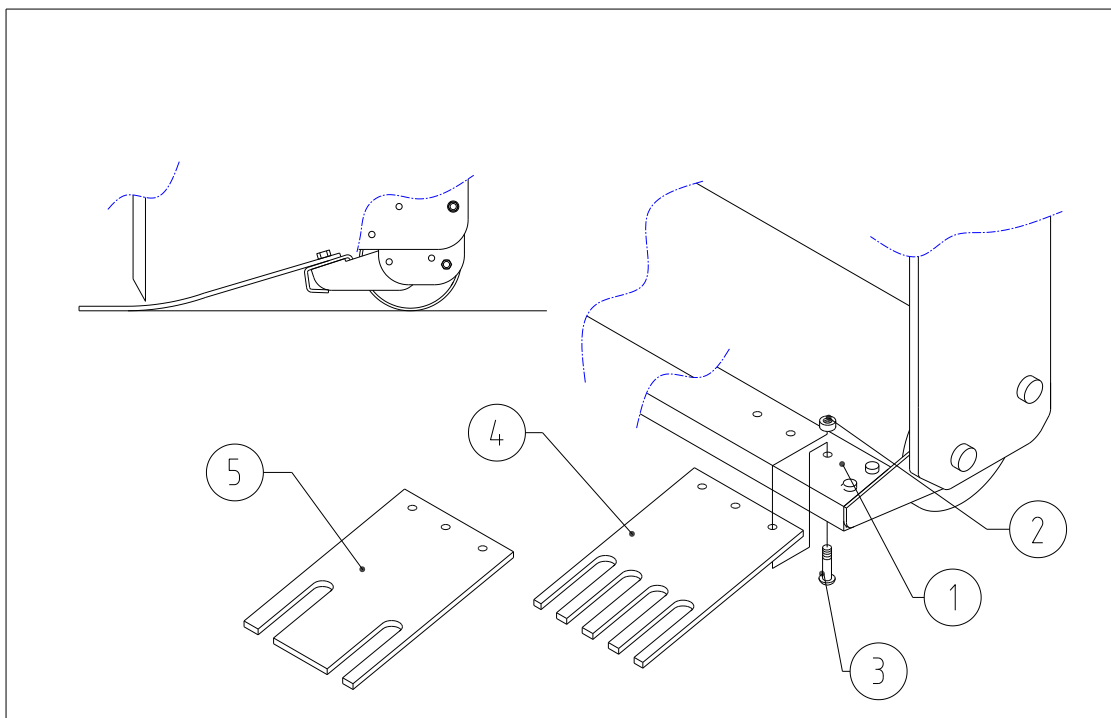

Fig. 18
**MONTAJE DEL JUEGO DE HERRAMIENTAS DE APRIETE DE CÉSPED (véase la fig. 18):**